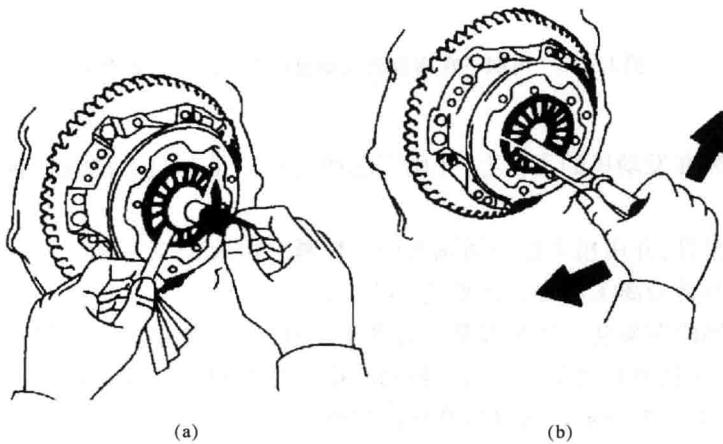

图 1-10 膜片弹簧变形的检查
②膜片弹簧变形的检查。如图 1-10 所示,用维修工具盖住弹簧片的小端,并用塞尺测量每个弹簧片的小端与维修工具的平面的间隙。弹簧片的小端应在同一平面上,且弯曲变形不得超过 0.5 mm。否则,应用维修工具将弯曲变形过大的弹簧片小端撬起来,并进行调整。
(7) 分离轴承的检查。